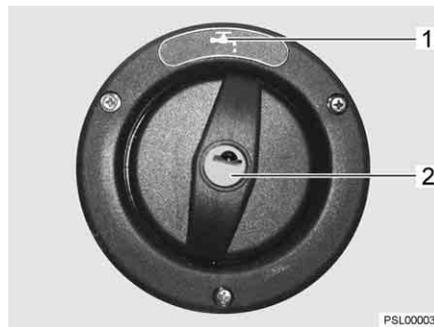

Fig. 53 Tapa de cierre para el tubo de llenado de agua potable
- ▷ El tubo de llenado de agua potable está identificado con el símbolo "☕" (Fig. 53,1).
- Introducir la llave en el cilindro de cierre (Fig. 53,2) y girar en sentido contrario a las agujas del reloj.